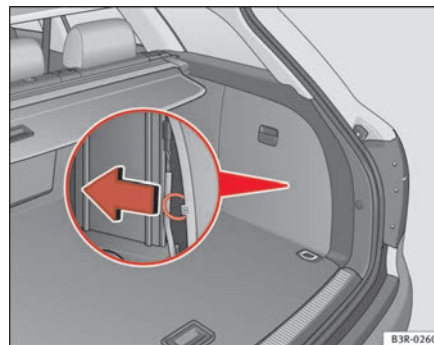

Fig. 169 Porta-bagagens: Desbloquear a tampa do depósito em caso de emergência
- Puxe o olhal para desbloquear a tampa do depósito ⇒ fig. 169. ■